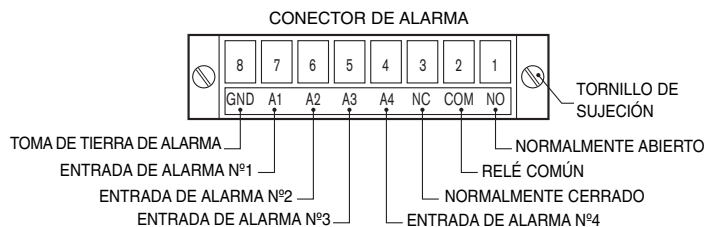

Figura 4
5.4.2.4. Si se están utilizando las entradas de alarma o la salida de contacto, conecte los cables adecuados pelados al conector de alarma de 8 patillas de acuerdo con la FIGURA 4.
NOTA: las entradas de alarma deben conectarse a un contacto seco Normalmente abierto. Para activar la entrada de alarma, el contacto debe cerrarse entre la entrada de alarma apropiada y la toma de tierra de la alarma, patilla nº 8. Por ejemplo, para activar la Entrada de alarma nº 1, el relé debe cerrarse entre las patillas 7 y 8, (consulte la FIGURA 4).